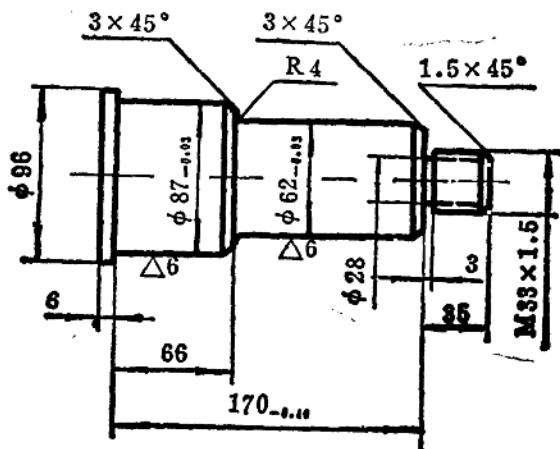
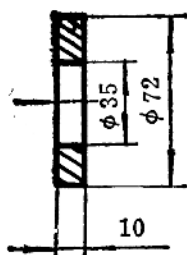

图4 定位芯棒
图5 定位芯棒垫圈
6. 将做好的内外两侧加固板, 用定位芯棒(见图4)定好位。即将定位芯棒穿过导向轮轴套孔, 然后装上垫圈(见图5), 再用原导向轮轴头螺帽紧固。